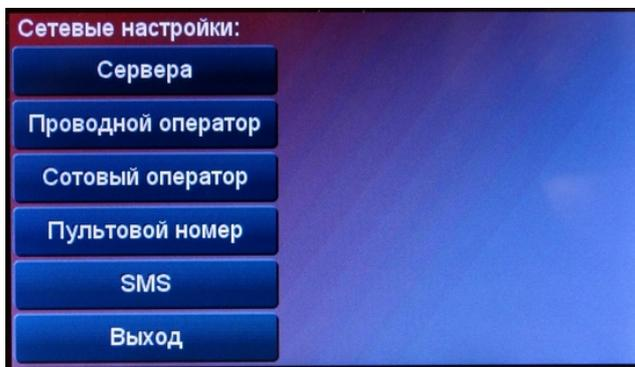

Рис.13 Окно «Сетевые настройки».
2.2.1.3 Кнопка и меню «Сетевые настройки» Рис.13.